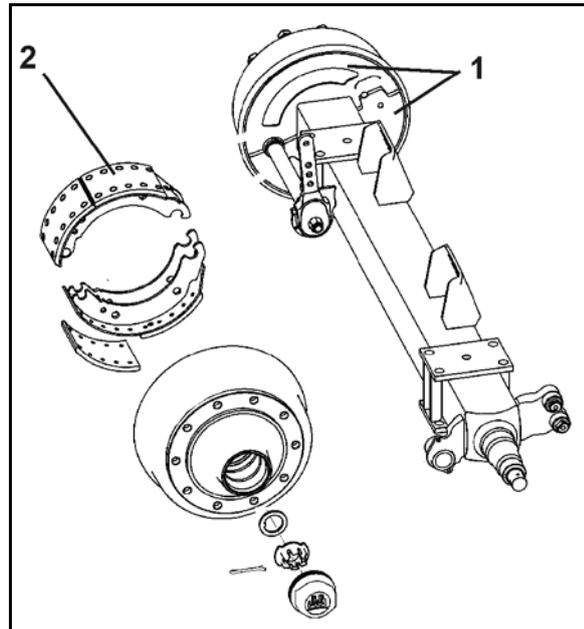

Fig. 162
1. Beide Abdeckbleche (Fig. 162/1) an der Innenseite der Bremstrommel abschrauben.
**Eingedrungener Schmutz kann sich auf den Bremsbelägen (Fig. 162/2) absetzen und dadurch die Bremsleistung wesentlich verschlechtern.**